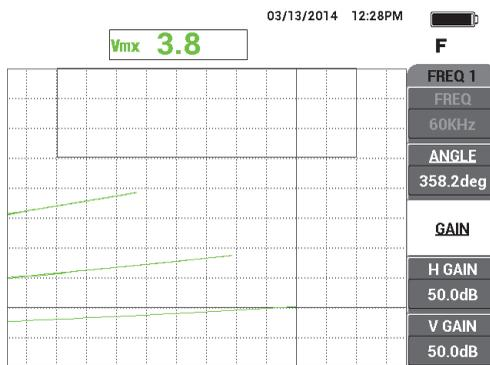

Рис. 5-80 Сигналы различных образцов проводимости
8. Установите преобразователь поочередно на проводящие образцы 17 %, 32 % и 45 %, затем нажмите клавишу FREEZE (❄) (см. Рис. 5-80 на стр. 197).